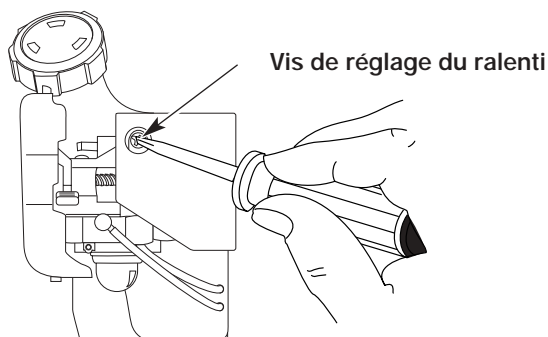

Fig. 40
La vitesse de ralenti du moteur est réglable à l'aide d'une vis de réglage accessible par un trou situé sur le dessus du couvercle du moteur (Fig. 40).
2. Relâchez le levier d'accélérateur et laissez le moteur au ralenti. Si le moteur s'arrête, insérez un petit tournevis à embout cruciforme ou à tête plate dans le trou du couvercle du moteur (Fig. 40). Vissez la vis de réglage du ralenti de 1/8 de tour à la fois (selon le besoin) jusqu'à ce que le moteur tourne au ralenti.